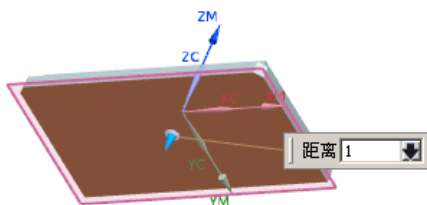

图 18.26 选取底面
Step4. 单击 **指定底面** 右侧的  按钮, 系统弹出“平面”对话框, 在图形区中选取图 18.26 所示底面参照。在 **偏置** 区域的 **距离** 文本框中输入 1。